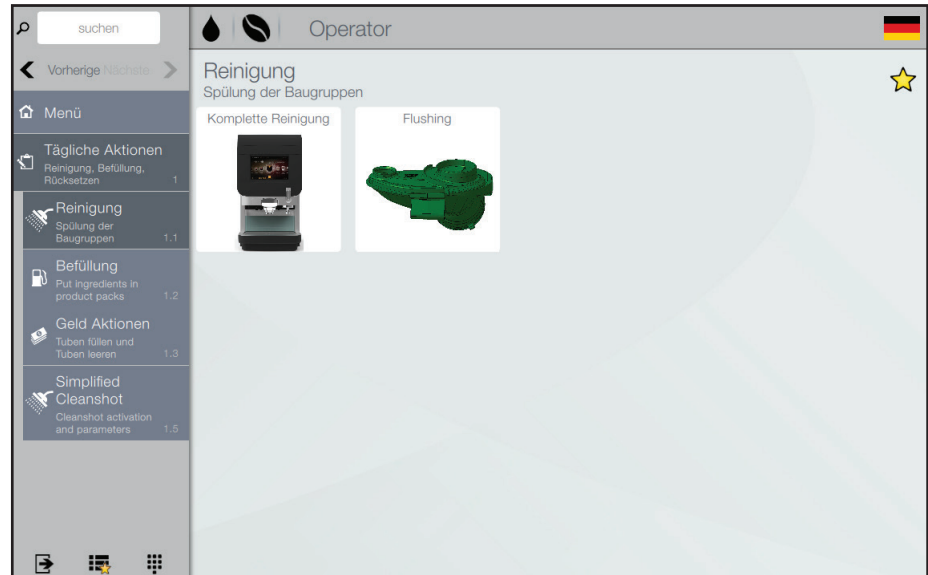

Abb. 6.6- Reinigung
- Folgen Sie den Anweisungen in den Abschnitten "Spülen" und "Vollständige Reinigung", siehe Kapitel "5 - Reinigung" (Abb. 6.6).